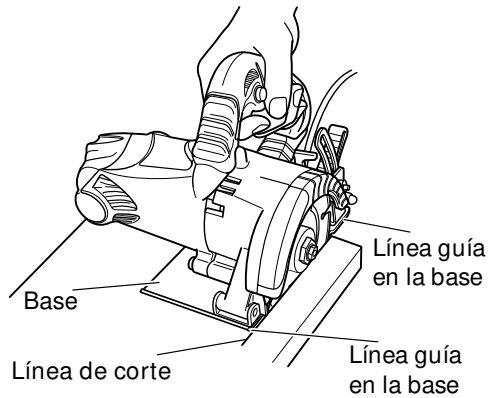

Fig. 5
1. Coloque el cuerpo de la máquina (base) sobre el material a cortar; use el lateral de la base para alinear el disco de diamante con la línea de corte. (Fig. 5)